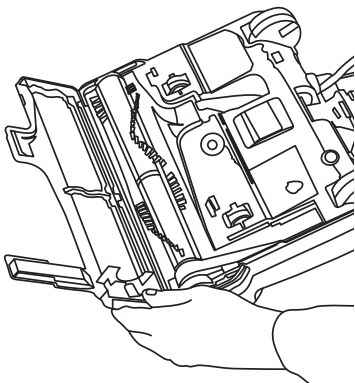

Fig. 12
1. Installez le plateau inférieur, en vous assurant que les charnières du plateau inférieur sont en place avant de régler le plateau (Fig. 12).